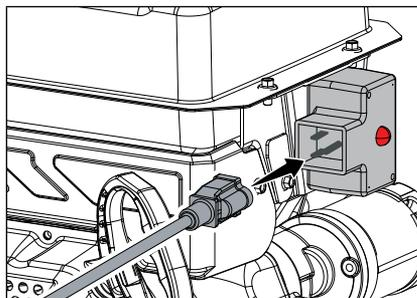

Figure 13
5. Pour un démarrage électrique, vous pouvez également brancher le cordon électrique fourni dans le démarreur. Appuyez sur le bouton du démarreur électrique et assurez-vous que la tension d'alimentation principale est 120 V~ 60 Hz (fig. 13).